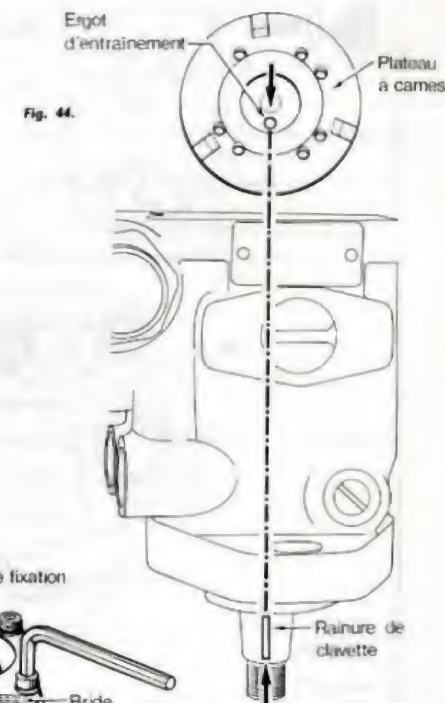

Fig. 44.
- Monter le plateau à cames (fig. 44).
- L'ergot d'entraînement du plateau doit être en correspondance avec la rainure de clavette de l'arbre d'entraînement (fig. 44).
- Si la **pré-course** (1) correspond à la valeur indiquée sur la fiche de réglage, remonter la tête hydraulique avec tous ses joints.
- Monter les joints toriques (1) et (2) sur la tête hydraulique (veiller au positionnement correct des joints).